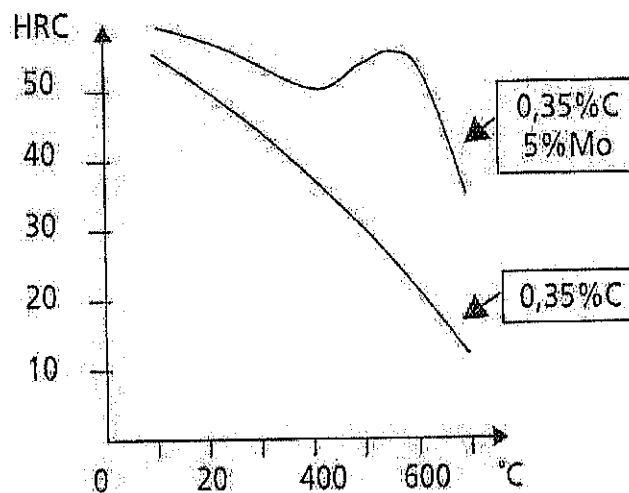

Figure 5 : Dureté d'un acier en fonction de la température de revenu
5. A partir de vos connaissances en métallurgie, commenter, en justifiant votre réponse, la figure 5 qui compare l'évolution de la dureté d'un acier non allié avec celle d'un acier au molybdène au cours d'un revenu. Rappeler la définition d'un revenu.